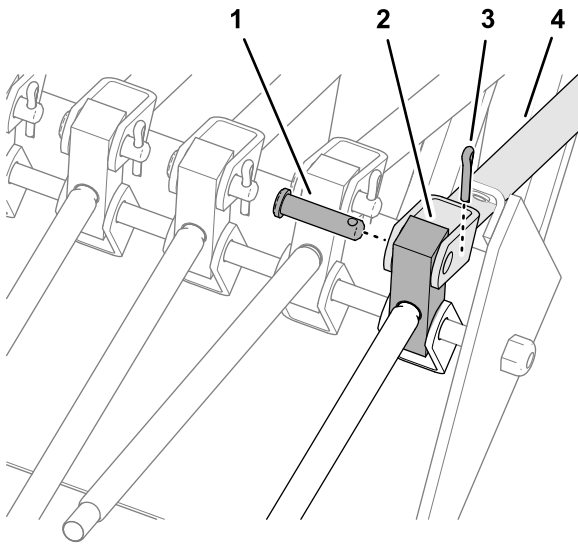

Figure 27
1. Sur la console de commande, alignez les trous dans la fourche de la tige de commande et le trou dans le bloc de levier (Figure 27).
2. Fixez la tige sur le bloc à l'aide d'un axe de chape et d'une goupille fendue (Figure 27).